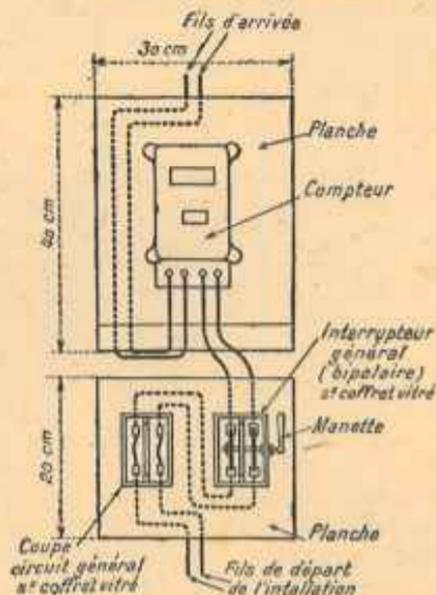
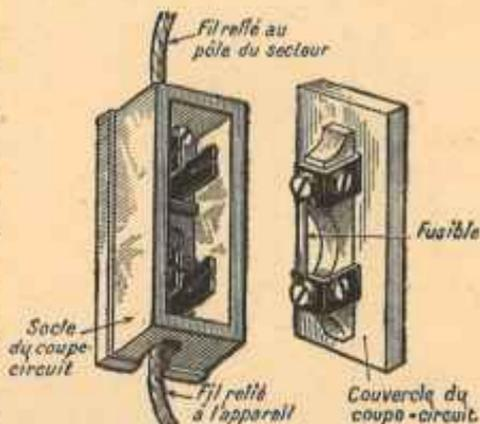

FIG. 36. — Groupe général de commande.
FIG. 44. — Coupe-circuit à tabatière.
— On désigne sous ce nom le tableau sur lequel on dispose l'interrupteur général et le coupe-circuit général, ces deux appareils étant précédés par le compteur (fig. 36).
Remarque. — Comme les appareils d'un appartement ne sont pas tous employés en même temps, la puissance souscrite est toujours très inférieure à la puissance installée. Il s'ensuit que, dans certains cas, une surcharge provoque la fusion des « plombs du secteur » (p. 64). On y remédie en disposant, sur le groupe de commande (fig. 36), un *disjoncteur bipolaire de branchement*, qui coupe le courant, dès qu'il atteint une valeur excessive. Cet appareil a les dimensions d'un compteur et peut être prévu pour des puissances supérieures à 3 hW : il porte un voyant (qui laisse apparaître les mots MARCHE et ARRÊT), un gros bouton-poussoir jaune, sur lequel on appuie pour la marche, un petit bouton-poussoir rouge pour l'arrêt. Il remplace le coupe-circuit général (p. 45) : il suffit de rétablir le courant, après avoir supprimé la cause de surcharge ou le court-circuit accidentel.
mobile (et c'est ce qu'on fait pour allumer la lampe), c'est que ces deux contacts ne sont pas sous tension; » on en conclurait qu'on peut toucher en même temps les deux contacts fixes. *C'est là une grave erreur* : les deux contacts fixes sont sous la tension habituelle de 115 volts. Voyons alors ce qui se passe quand on interpose entre eux le corps humain : la résistance d'une lampe étant de 100 ohms par exemple, nous aurons placé sur 115 volts une résistance totale de 5 000 ohms (corps humain) + 100 ohms (lampe) ; le courant s'obtiendra, comme précédemment, en divisant la tension par la résistance, soit 115 par 5 100, ce qui redonne à nouveau à peu près 0 ampère 02. Il est aussi dangereux de toucher simultanément les deux contacts fixes d'un interrupteur monopolaire que de toucher simultanément les deux bornes d'arrivée du courant (par exemple celles de la figure 36).
4° Enfin, et ce point est très important, il est nécessaire, dès qu'on constate un dérangement, de supprimer la tension au moyen de l'interrupteur général bipolaire (fig. 36), avant de commencer une réparation quelconque : resserrage d'une vis sur un interrupteur, remplacement d'un fusible — sauf naturellement si le coupe-circuit est à tabatière (fig. 44) —, etc. Les lampes à incandescence donnent souvent lieu à des accidents : on peut recevoir une décharge en touchant l'ampoule humide d'une lampe à incandescence et plusieurs personnes sont électrocutées annuellement pour avoir mis le doigt dans le culot d'une ampoule brisée, en voulant extraire ce culot de la douille, sans avoir, au préalable, « coupé le courant ».
Le coupe-circuit à tabatière (fig. 44) se compose d'une boîte de porcelaine (ou socle), fixée au mur, où parviennent les fils de ligne; ce socle possède deux mâchoires métalliques, dans
Comme il est indiqué sur la figure 44, l'entrée du fil venant directement du compteur est placée à la partie supérieure et la sortie du fil rejoignant les appareils à la partie inférieure : il est préférable qu'à la fusion du plomb, celui-ci tombe sur une portion de la ligne qui vient d'être isolée (dans la disposition inverse, le plomb fondu atteindrait des fils restés sous tension).
38. Remplacement des plombs. — C'est au moment du remplacement des plombs que s'avère la supériorité du coupe-circuit à tabatière (fig. 44) : il suffit, pour détacher le couvercle, de le saisir entre le pouce et l'index, et on voit immédiatement si le plomb est intact ou s'il a sauté. Dans ce dernier cas, la
On commence alors par desserrer les deux vis du couvercle (fig. 44), pour enlever les extrémités du fusible fondu; on nettoie, s'il y a lieu, les contacts avec un canif ou de la toile d'émeri; on coupe, à la longueur convenable, un fil de diamètre approprié (chaque abonné devra posséder, sur une bobine de bois, une réserve suffisante de fusibles de calibres usuels); on fera attention à ce que le fil ne soit pas trop long (fig. 48), sous peine